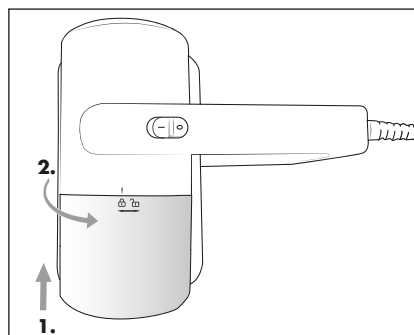

Fig. 9
- 8) Așezați recipientul de praf ❺ în aparat astfel încât marcajul de pe aparat să se afle peste simbolul ❶ (deschis). Rotiți recipientul de praf ❺ în sens orar până când marcajul de pe aparat se află peste simbolul ❷ (închis) (fig. 9).